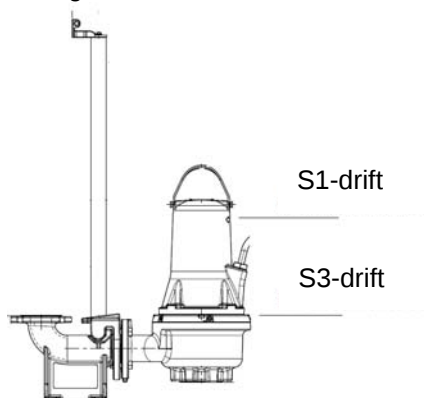

Fig. 2 Stopniveauer
- **Ved S1-drift** (kontinuerlig drift) skal pumpen altid være dækket af pumpemediet til toppen af motoren. Se fig. 2.
- **Ved S3-drift** ((intermitterende drift): Pumpen skal hele tiden være dækket af pumpet væske til den øverste del af pumpehuset. Se fig. 2.